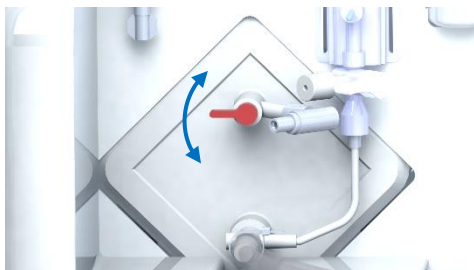

Figura 15 Valvola di deaerazione sull'ossigenatore.
- Far uscire l'aria dall'ossigenatore tramite la porta di campionamento utilizzando una siringa. Per prima cosa, rimuovere il cappuccio sulla porta di campionamento. Ruotare verso il basso la valvola rossa di sfiato, vedere Figura 15, sull'ossigenatore (filtro pre-arterioso) e aspirare fino a rimuovere l'aria. Sollevare la valvola rossa (filtro post-arterioso) e aspirare di nuovo fino alla completa rimozione dell'aria. Chiudere la valvola (posizione centrale) e mettere il cappuccio sulla valvola del campionamento.
- Innescare il sensore di pressione posizionando la valvola orizzontalmente e tirare la linguetta blu a scatto fino a far fuoriuscire delle gocce di perfusato. Non spostare la valvola bianca dalla posizione orizzontale (Figura 15).
L'ossigenatore esegue il campionamento del fluido di perfusione tramite la porta di campionamento (Figura 7, voce 6) utilizzando una siringa. Ruotare la valvola del campionamento (Figura 7, voce 12 e Figura 15) sull'ossigenatore verso il basso per prelevare un campione dal filtro pre-arterioso. Sollevare la valvola per prelevare un campione dal filtro post arterioso. Chiudere la valvola (posizione centrale) dopo il campionamento. Il set di perfusione è dotato di una porta di campionamento a chiusura automatica allo scopo di evitare fuoriuscite accidentali.